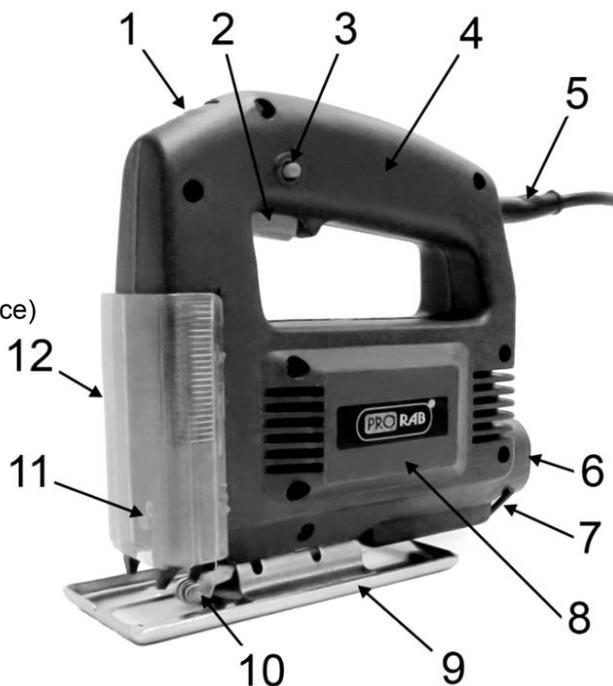
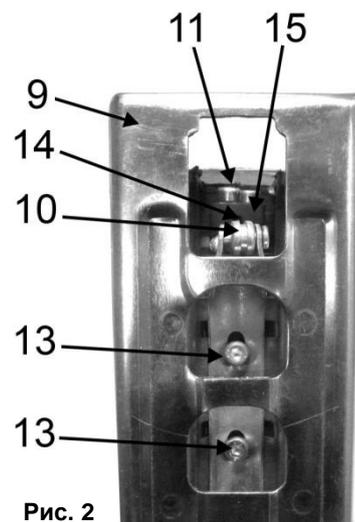

Рис. 1
Рис. 2
- Поднимите защитный экран лобзика (12)(См. Рис.1) вверх, для доступа к фиксатору пильного полотна.
- Ослабьте винты (11)(См. Рис. 1; 2) крепления пилкодержателя (15)(См. Рис.2), используя поставляемый в комплекте ключ-шестигранник (7)(См. Рис.1).
- Вставьте хвостовик пильного полотна в посадочное место (14)(См. Рис.2) до упора.
- Пильное полотно при установке также войдет в специальный паз на направляющем ролике (10)(См. Рис.1;2).
- **Для включения** лобзика нажмите пусковую клавишу (2)(См. Рис.1).
- Для выполнения продолжительных операций, при полностью нажатой пусковой клавише (2)(См. Рис.1) нажмите кнопку фиксации (3). После этого можно отпустить пусковую клавишу – лобзик будет работать в постоянном режиме.
- Регулятор управления скоростью хода (1)(См. Рис.1) применяется, чтобы установить требуемую скорость движения пильного полотна.
- Ослабьте винты фиксатора опорной подошвы (13)(См. Рис.2), используя ключ-шестигранник.